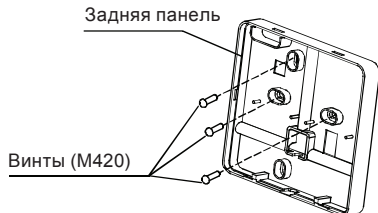

Рис. 3-5
- При монтаже с наружной проводкой прикрепите заднюю панель пульта к стене с помощью 3 винтов (M4x20) и дюбелей. (рис. 3-5).